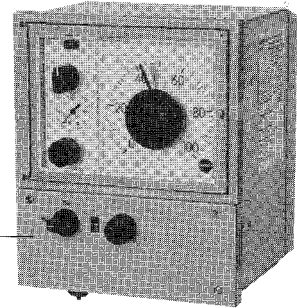

Bild 6 · Festwert- und Folgeregler mit Zusatzeinheit (1.10) zur Umschaltung von interne auf externe Führungsgröße
3.4.2 Umschalter w_{int}/w_{ext} (Bild 6)